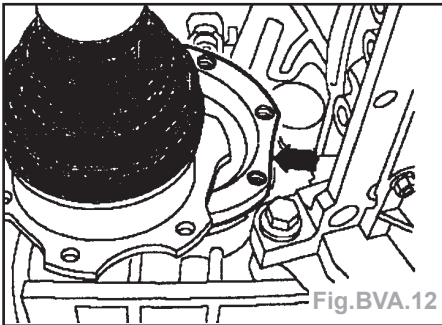

Fig. BVA.12
- Mettre en place le dispositif d'appui 3300 A et le visser avec des vis (B).
- Sur les véhicules avec arbres de pont à joints tripodes, tourner le flasque d'articulation droit avec le méplat (flèche) en position verticale (Fig.BVA.12).